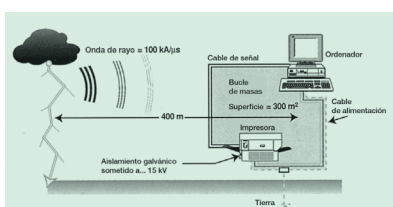

Fig. 3.17d. Inducción en el bucle de masas.
- Inducción en el bucle de masas (**fig. 3.17d**).